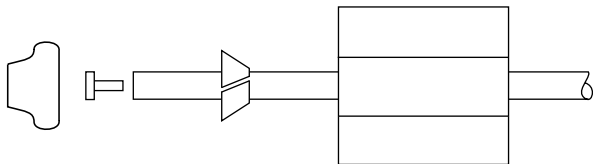

Figura 27
**NOTA:** Una vez que se introdujo la tubería en la tuerca, no se la puede extraer. Se deberá retirar la tuerca. Consulte la Figura 27 para obtener información sobre la instalación correcta.